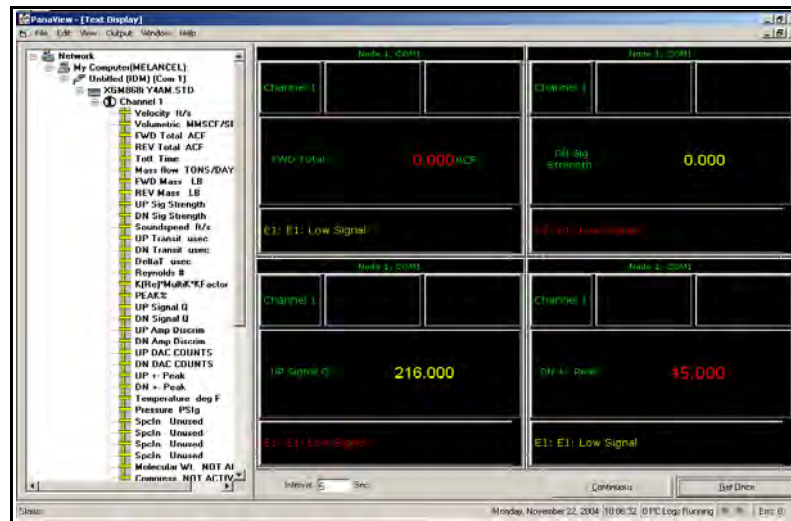

Figura 20: Varias pantallas de texto en la ventana *Text Display*
2. Repita el paso 1 para cada parámetro de proceso adicional. Para ello, haga doble clic en el parámetro en el árbol de la red de PanaView. PanaView organiza automáticamente en mosaico las distintas pantallas de texto en el panel derecho de la ventana *Text Display*, como se muestra en la Figura 20.